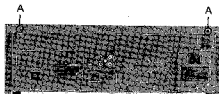

Fig. 2.1
2.1 Entfernen des oberen Deckbleches (Fig. 2.1)